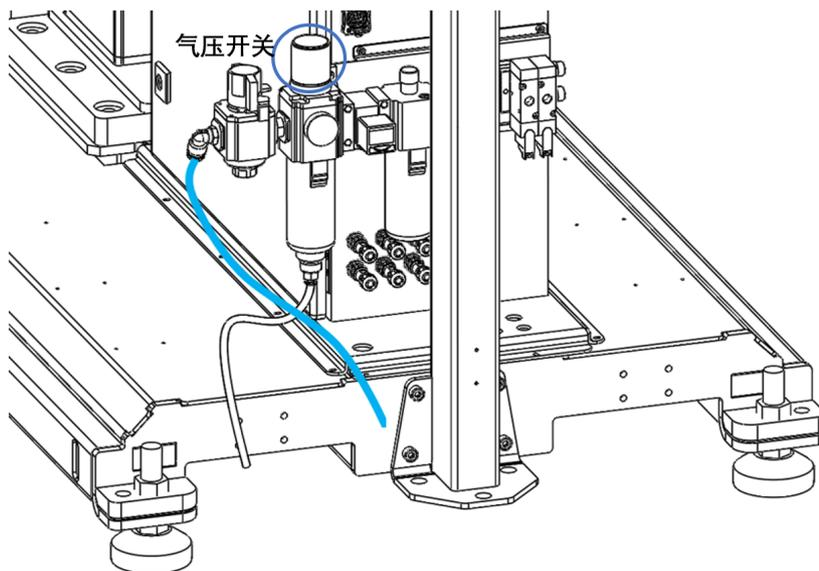

图 4-3：气动元件
3. 顺时针旋转气压开关调节气压，推荐设置范围：0.6-0.8mpa，如图 4-3 所示。